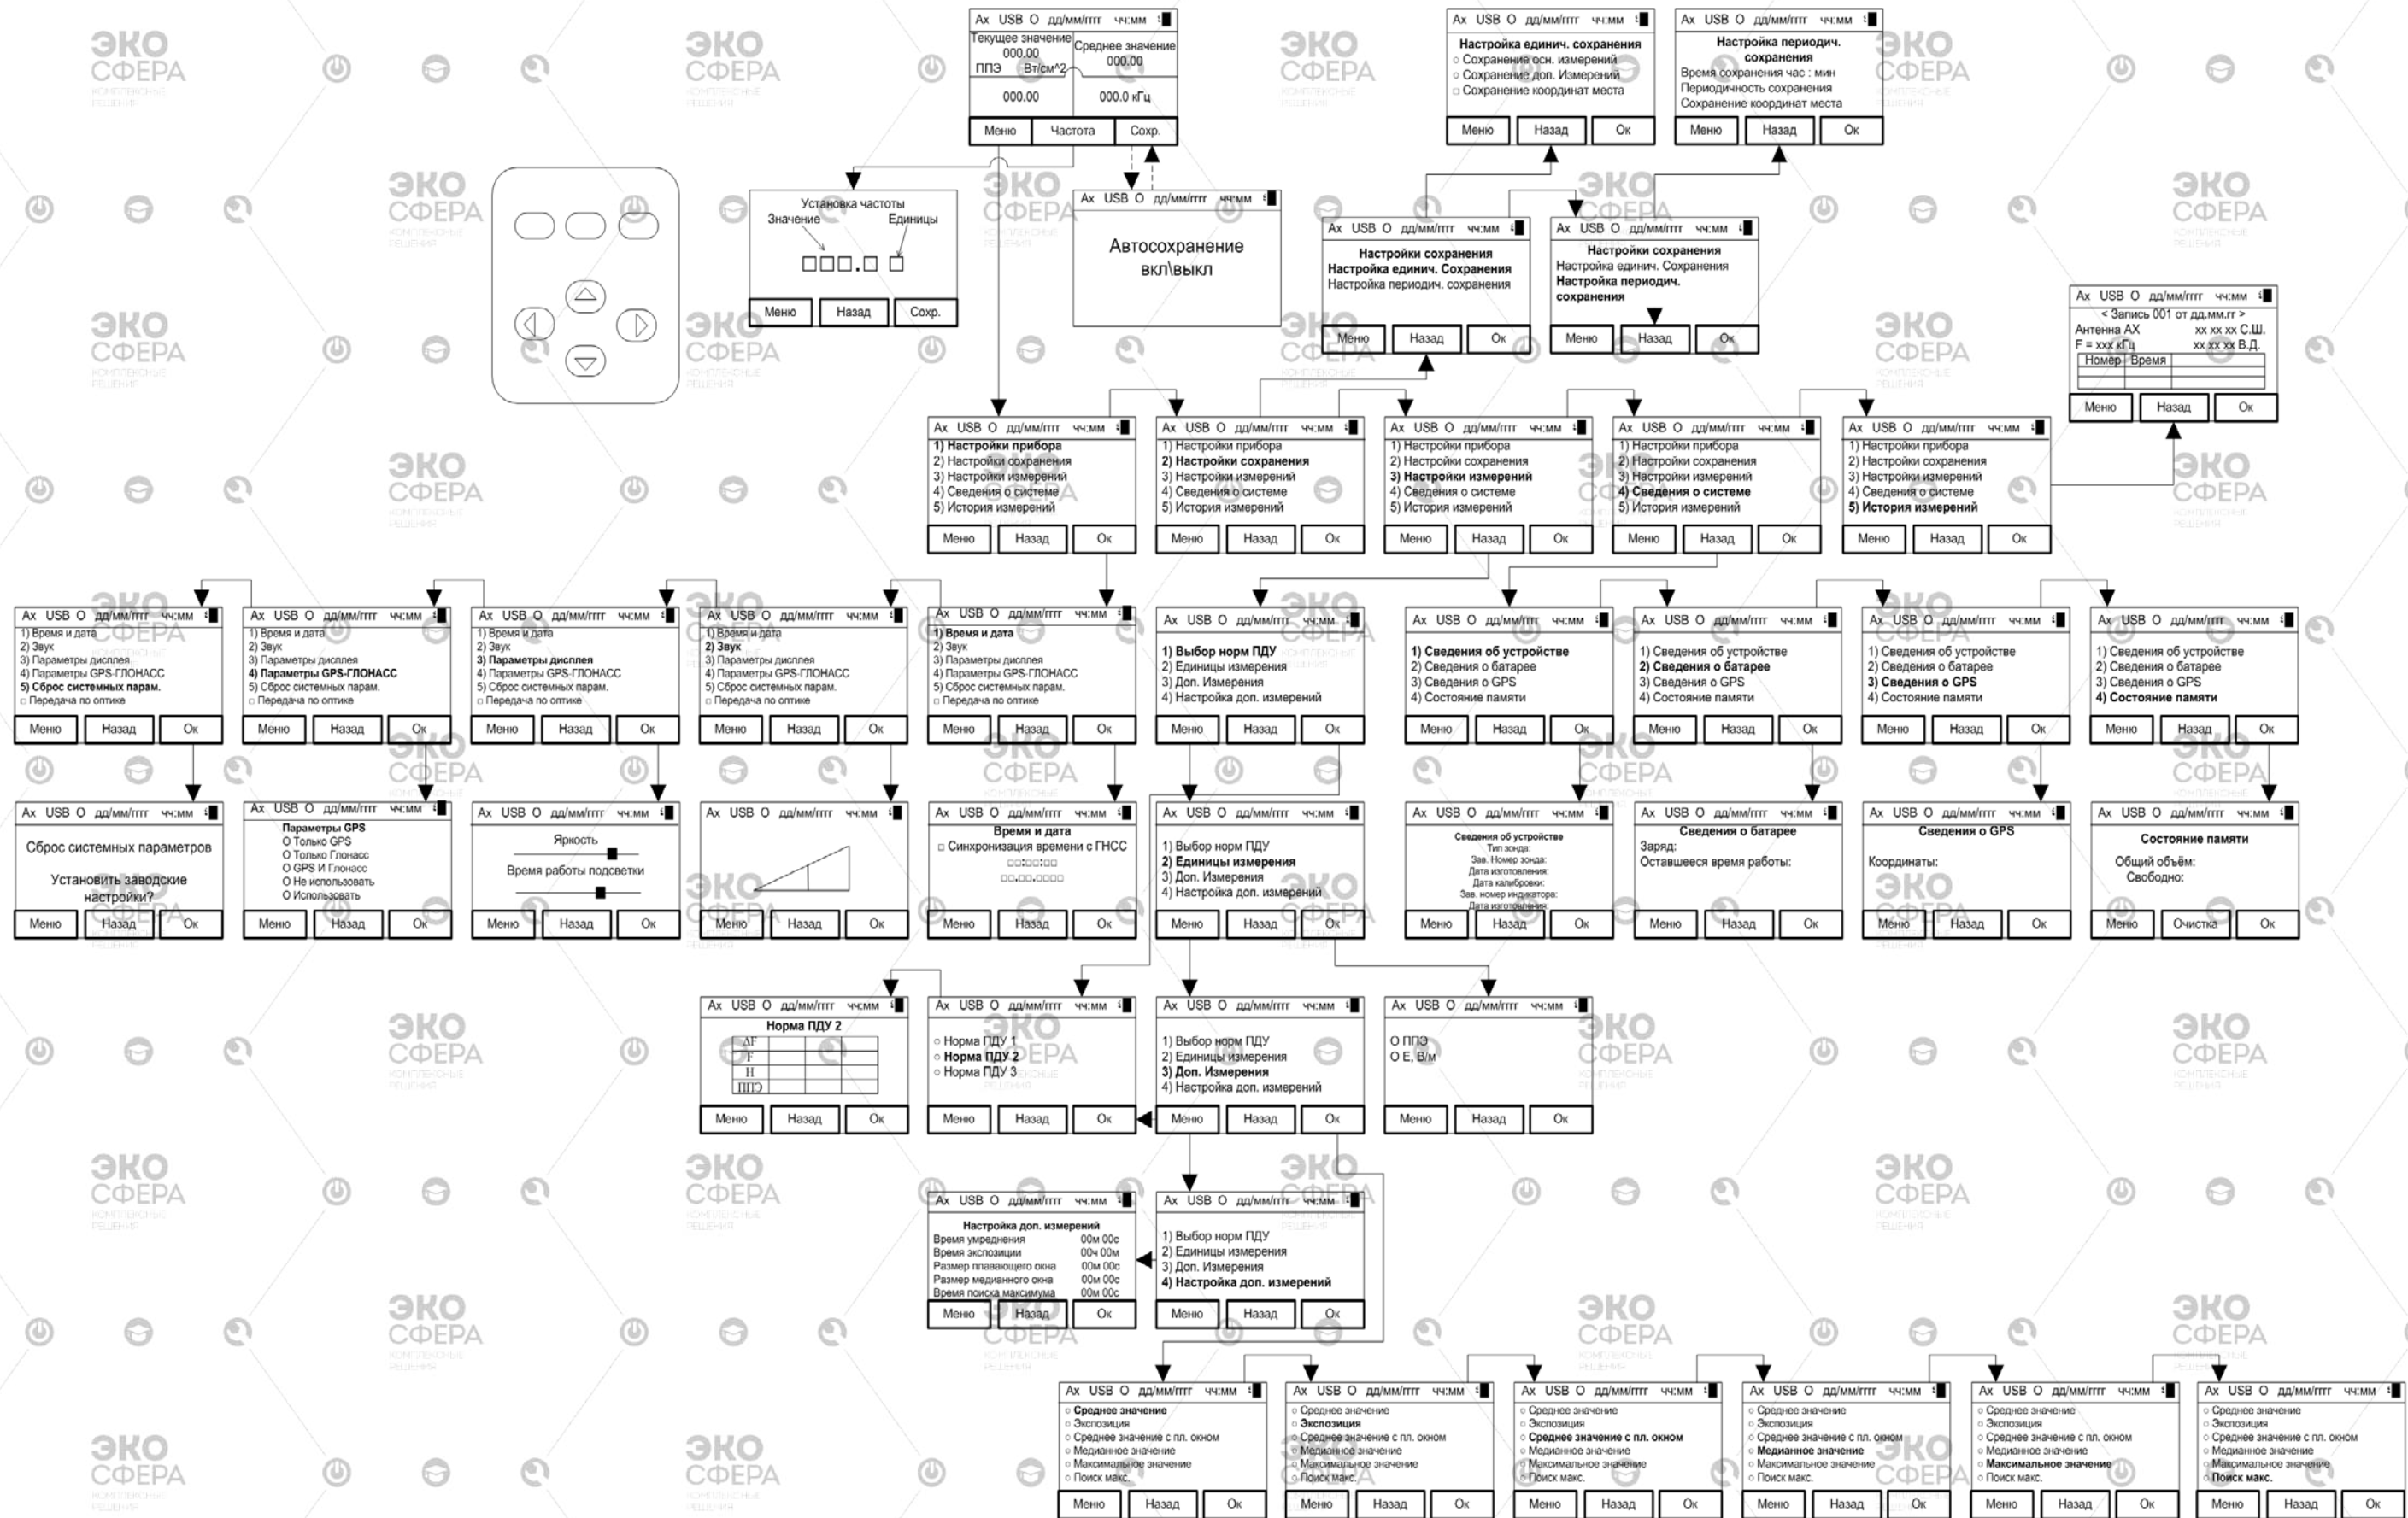

Рисунок 2- Структура меню БОИ
- в зависимости от способа подключения в настройках БОИ установить галочку на «подключение по оптике» или снять галочку. Убедится, что надпись на верхней панели дисплея (рисунок 2) соответствует желаемому способу подключения;